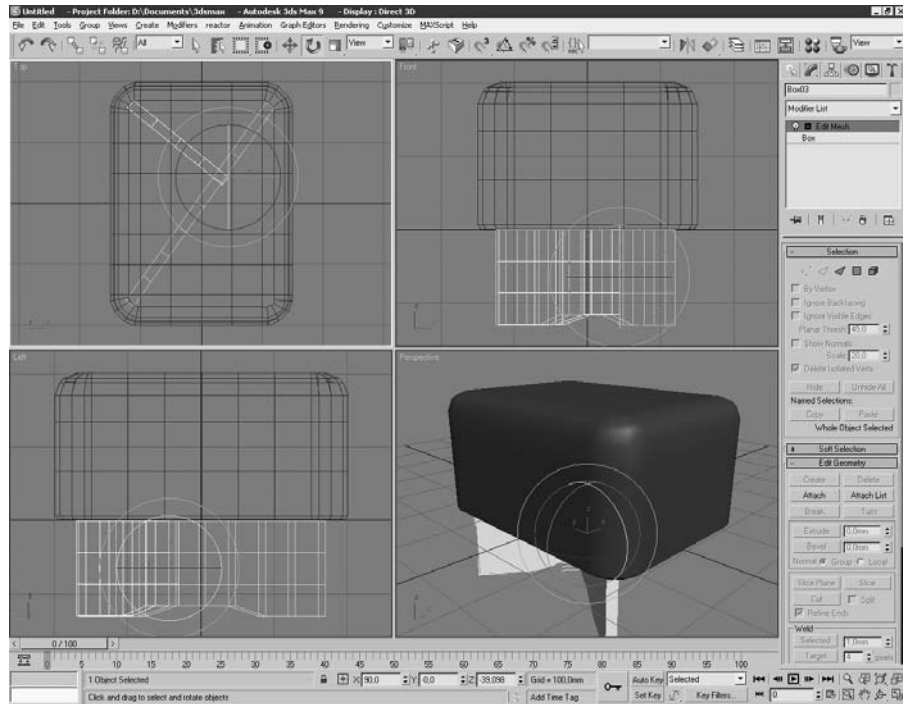

Рис. 4.7
13. Развернуть большую деталь и установить ее по диагонали сиденья пуфика, развернуть меньшую деталь перпендикулярно первой и установить ее относительно угла сиденья (рис. 4.7).